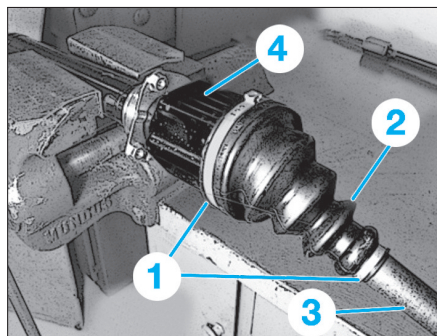

Fig. 11
- les colliers de fixation (1) du soufflet de transmission (2) (Fig.11),
- le demi-arbre droit (3) du demi-arbre intermédiaire (4),